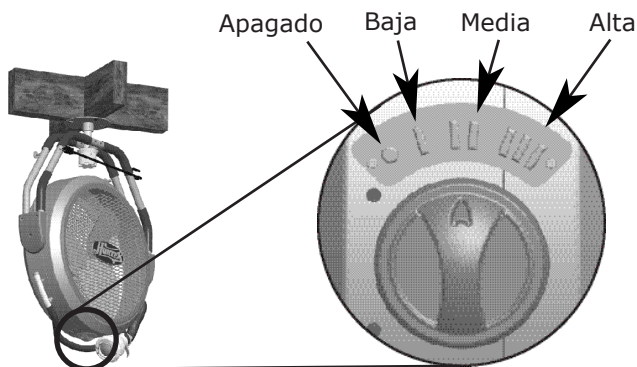

Figura 4
7. Use la perilla de control de velocidad para seleccionar la velocidad del ventilador. Vea la Figura 4.
5. Use el interruptor para control de velocidad para seleccionar la velocidad de su ventilador. Vea la Figura 4.